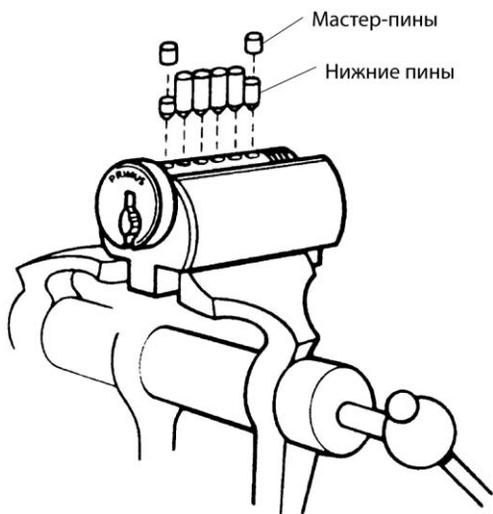

Рис. 7.31. Подбор нижних и мастер-пинов (С разрешения компании Schlage Lock Company)
6. Выбрать нижние и мастер-пины из числа вырезов для ключа и установить их в личину цилиндра. В отверстия личины нужно добавить небольшое количество графита (рис. 7.31).